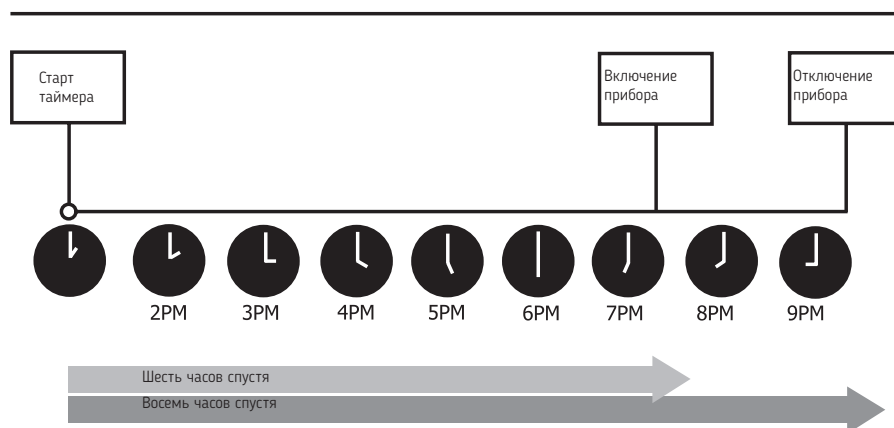

Рис. 18
1. Откройте крышку воздухозаборной решетки и извлеките фильтры согласно рис. 18.